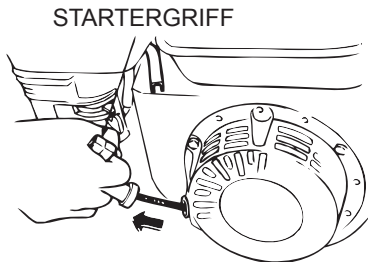

Abbildung 11. Startergriff
- Den Startergriff (Abb. 11) langsam herausziehen. An einem bestimmten Punkt wird ein stärkerer Widerstand fühlbar. Dies ist der Kompressionspunkt. Den Griff nun schnell und sanft ziehen, um den Motor anzulassen.